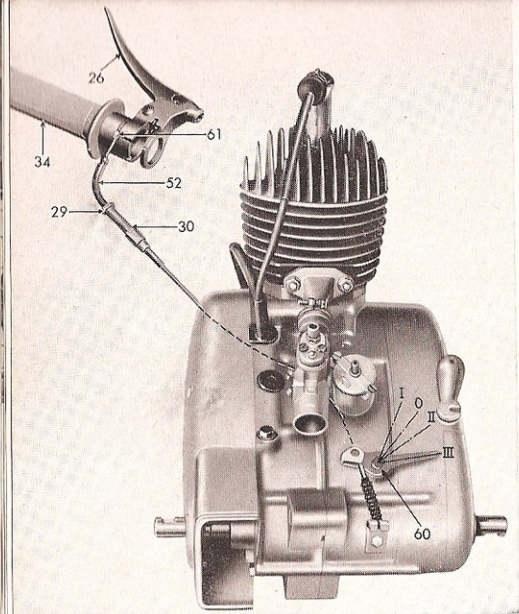

Fig. 7
d) **Montagem e afinação do cabo de mudanças** (fig. 7)